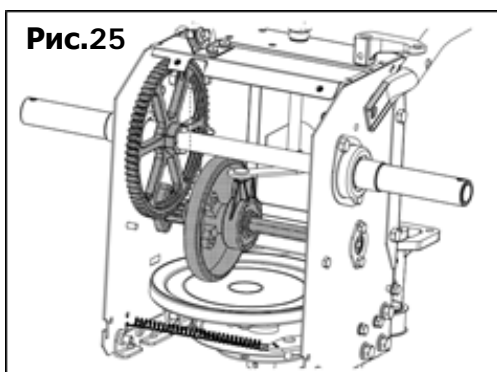

Рис.25
- Нанесите легкое покрытие всесезонной многоцелевой смазки на шестигранный вал (Рис. 25).